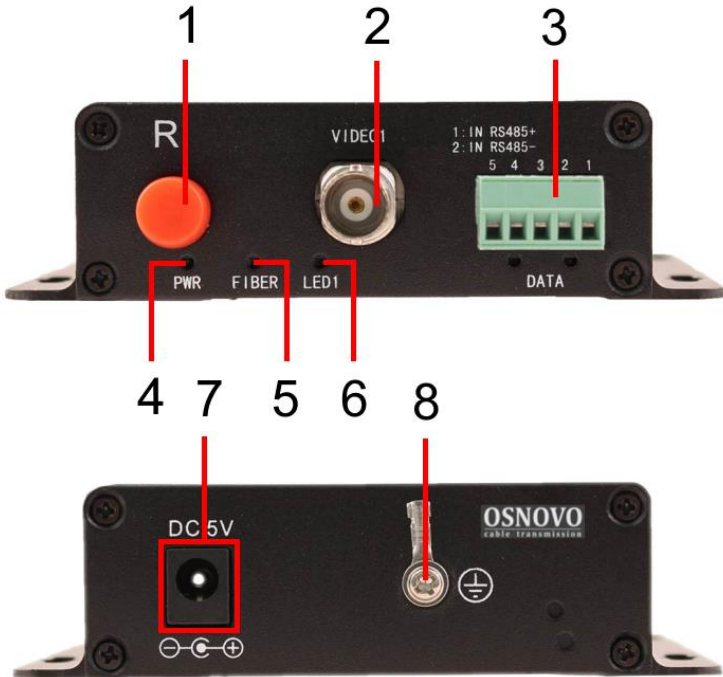
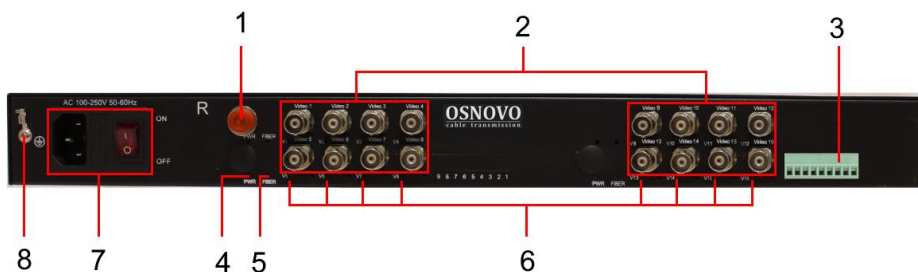

Рис.6 Разъемы подключения и индикаторы передатчика TA-H12-15F / приемника RA-H12-15F
Рис.10 Разъемы подключения и индикаторы передатчика TA-H162-15F / приемника RA-H162-15F
Приемники RA-Hxx-15F имеют маркировку «R» на корпусе рядом с разъемом FC (1) Рис.6, Рис.10.